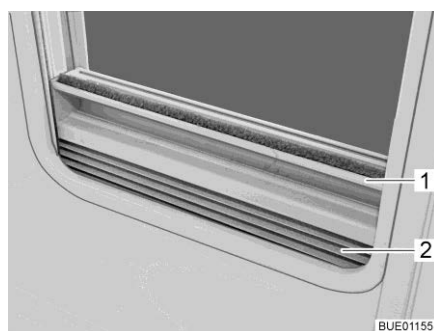

Fig. 55 Tendina oscurante pieghevole
- Chiusura:** ■ Afferrare la tendina oscurante pieghevole (Fig. 55,2) per la parte centrale della barra di presa (Fig. 55,1), tirarla dal basso verso l'alto e rilasciarla nella posizione desiderata. La tendina oscurante pieghevole rimane in questa posizione.